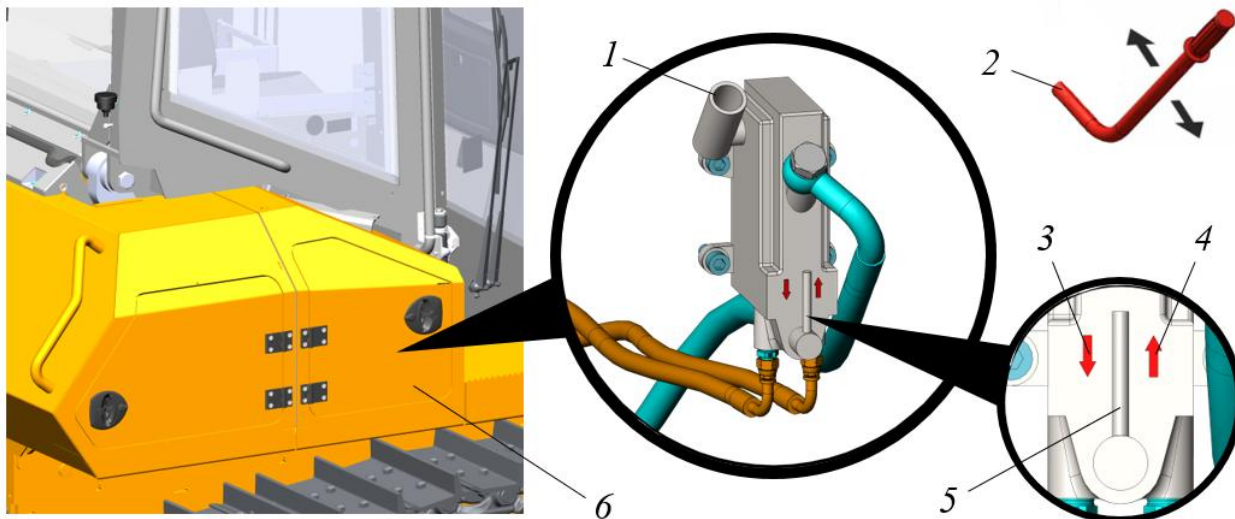
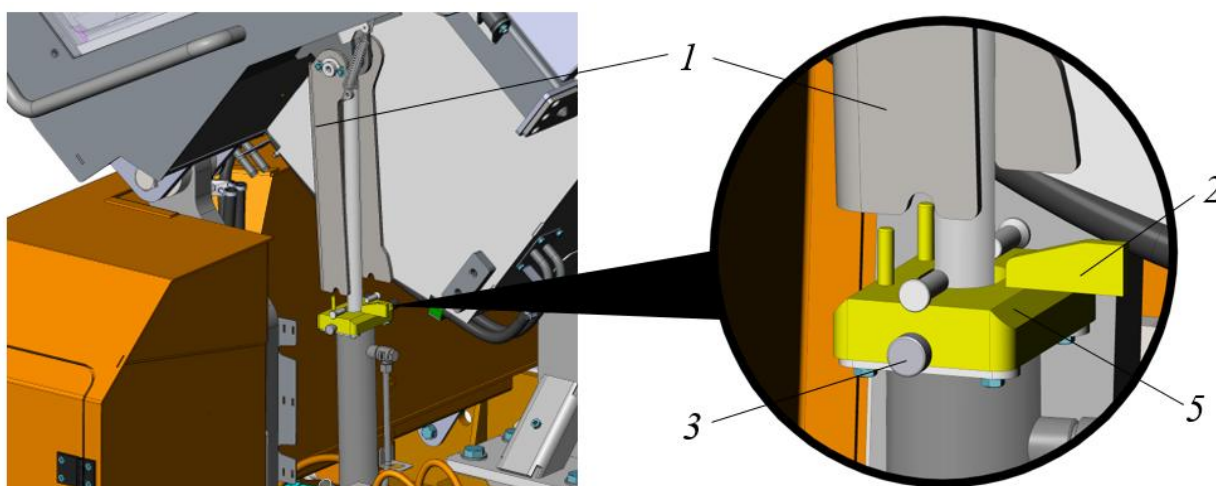
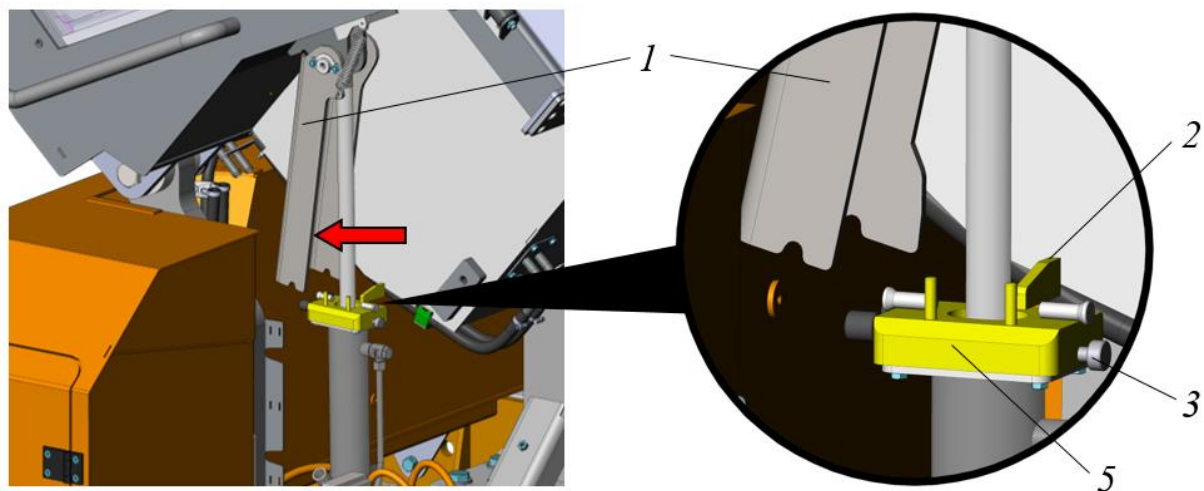

Рисунок 3.42. Насос подъема кабины
Рисунок 3.43. Процедура опускания кабины оператора
Рисунок 3.44. Процедура опускания кабины оператора
- ▶ Открыть дверцу ящика 6, где расположен насос подъема кабины, см. рис. 3.42.
- ▶ Вставить съемный рычаг 2 в держатель насоса 1, рис. 3.42.
- ▶ Качая рычагом 2 вверх и вниз (рис. 3.42) поднять опору блокиратора 1 над блокиратором поз. 5, рис. 3.43. Между опорой и блокиратором должен быть гарантированный зазор.
- ▶ Раскрутить (ослабить) фиксатор 3 и за флажок 2 повернуть блокиратор 5 против часовой стрелки на 90 град., снова закрутить фиксатор 3. Флажок блокиратора 2 должен занять позицию как показано на рис. 3.44.
- ▶ Переместить флажок 5 на насосе в направление вниз, см. поз. 3, рис. 3.42.
- ▶ Отводя в сторону опору блокиратора поз. 1 (рис. 3.44, направление показано стрелкой), качая рычагом 2 вверх и вниз (рис. 3.42) опустить кабину оператора.
- ▶ Извлечь съемный рычаг 2 из держателя насоса поз. 1, рис. 3.42.